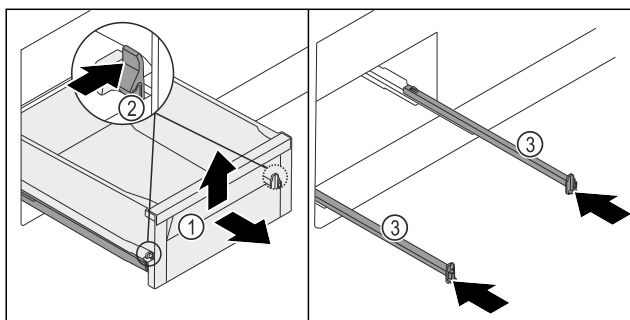

Fig. 122
- Vytiahnite zásuvku Fig. 122 (1) až na doraz.
- Súčasne zatlačte svorku Fig. 122 (2) vľavo a vpravo dovnútra.
- Zásuvka Fig. 122 (1) sa uvoľní z koľajničiek.
- Zdvihnite zásuvku Fig. 122 (1) vpredu.
- Vyberte zásuvku Fig. 122 (1) dopredu.
- Zasuňte koľajničky Fig. 122 (3).